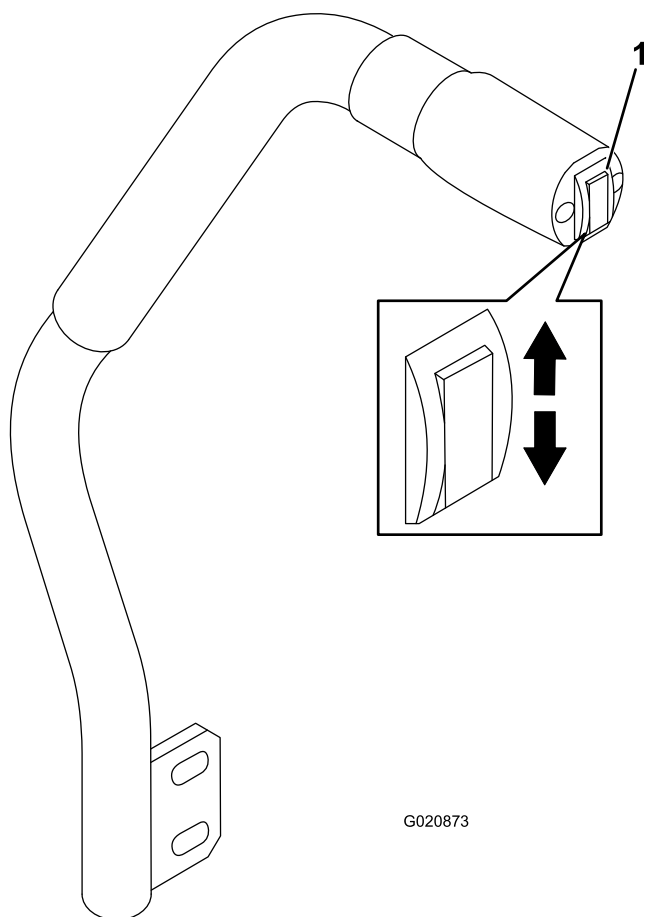

Figura 24
L'interruttore di sollevamento del piatto di taglio alza e abbassa il piatto di taglio (Figura 24). Il motore deve girare per potere utilizzare questa leva.
- Per abbassare il piatto di taglio, spingete in basso l'interruttore del piatto di taglio (Figura 24).
- Per sollevare il piatto di taglio, spingete in alto l'interruttore del piatto di taglio (Figura 24).
1. A motore acceso, tirate verso l'alto l'interruttore di sollevamento del piatto di taglio fino a sollevare completamente il piatto e **rilasciate immediatamente l'interruttore** (Figura 24).